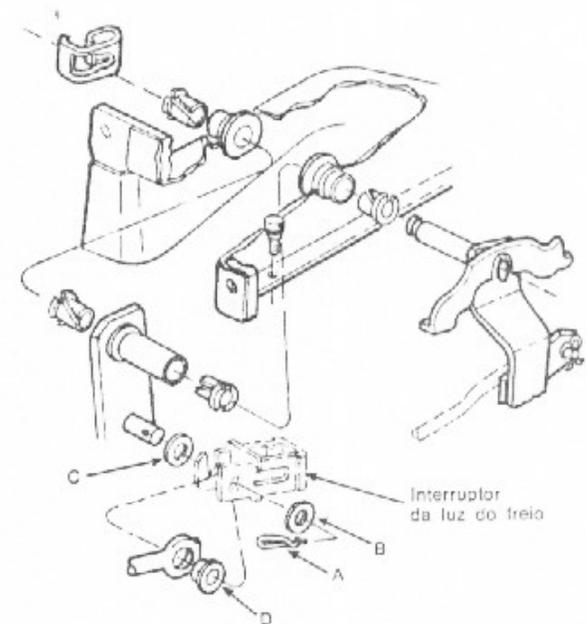
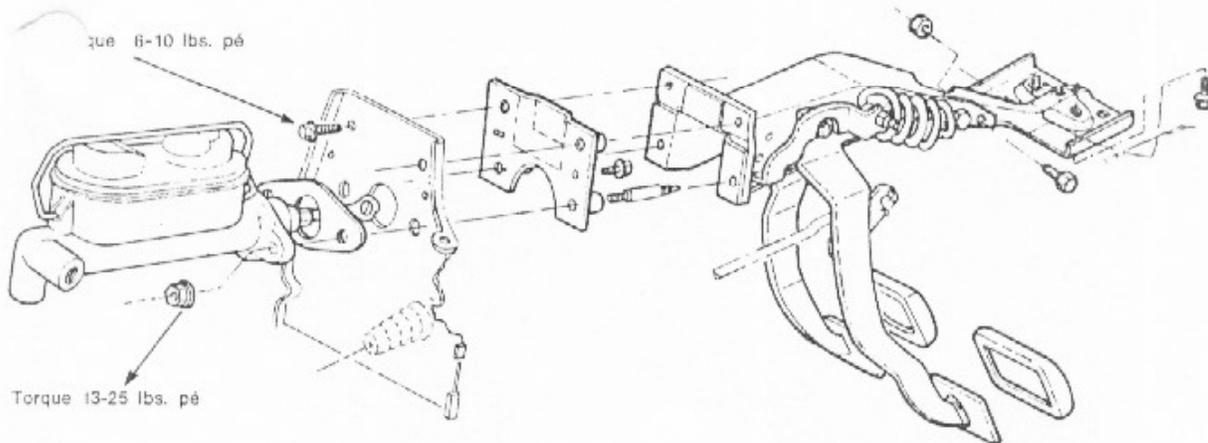

fig. 9 — articulações de comando do cilindro mestre
fig. 10 — cilindro mestre-instalação
3. Por dentro do veículo desligar os fios do interruptor da luz do freio e retirar o contra-pino (A) e a arruela externa (B) da articulação de comando da haste do cilindro mestre (fig. 9).
4. Remover as porcas de fixação do cilindro principal ao painel de fogo (fig. 10) e retirar o cilindro juntamente com a haste de acionamento.
1. Colocar a arruela interna (C) e a bucha (D) na haste de acionamento do cilindro (fig. 9).
2. Posicionar o cilindro mestre nos prisioneiros (fig. 10) e simultaneamente encaixar a haste de acionamento no interruptor da luz do freio, introduzindo o interruptor e a haste na articulação (fig. 9).
4. Instalar a arruela externa (B) e o contra-pino (A) na articulação (fig. 9).